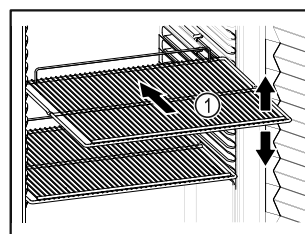

Fig. 38
- Lorsque les grilles de support Fig. 38 (1) peuvent être déplacées, changez leur position en fonction de la hauteur des aliments.